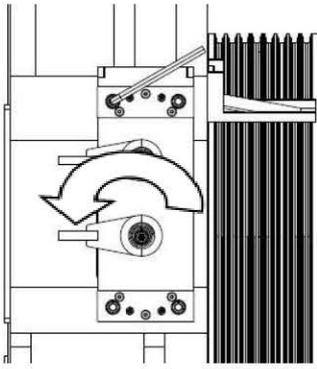

图 4-2-1 转动紧固螺栓示意图
1. 松紧固螺栓: 逆时针转动紧固螺栓 (图 4-2-1) (松开紧固螺栓后方可松动导向螺栓);